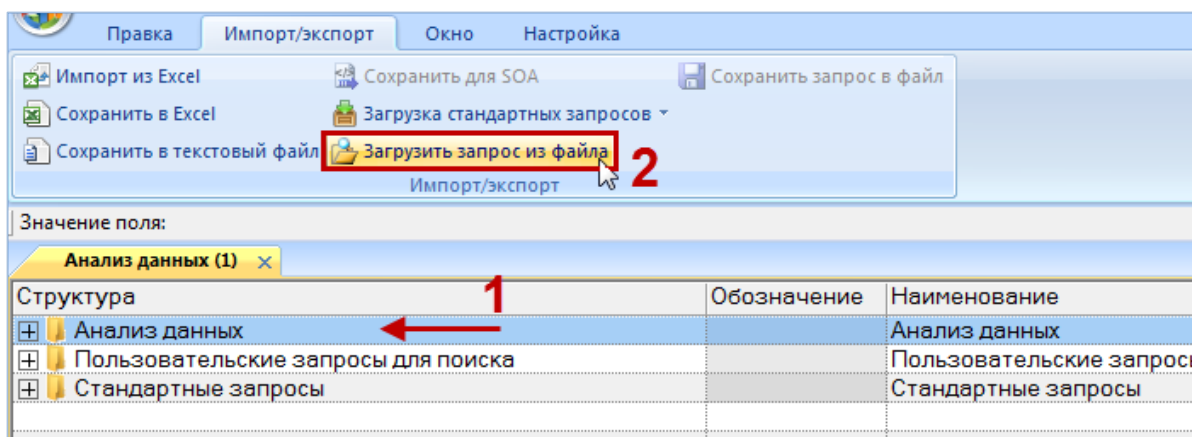

Рис. 7-39 – Загрузка запроса из файла
- 2) Выбрать папку, в которую необходимо загрузить запрос (рис. 7-39).